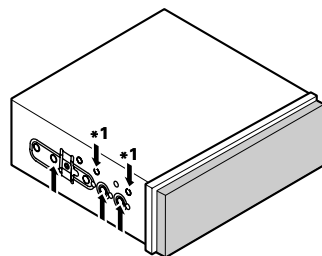

Fig. 17
- **Fixação do aparelho no suporte de montagem de rádio da fábrica. (Fig. 17) (Fig. 18) (Fig. 19)**